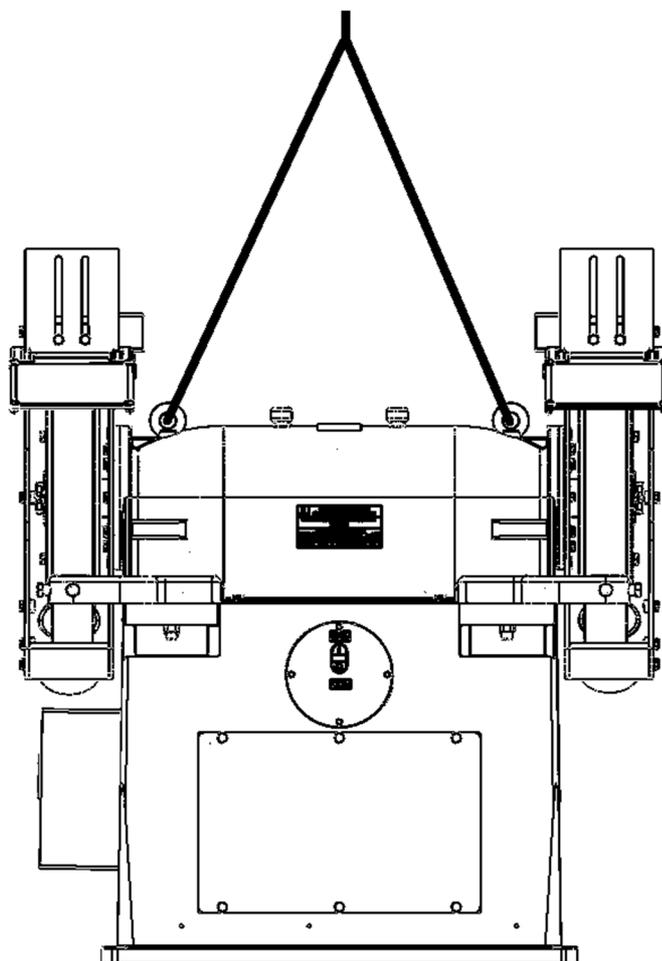

Рисунок 2 - Схема транспортировки станка
2.1.3 Внутривзаводскую транспортировку распакованного станка краном следует производить согласно схеме транспортировки (Рисунок 2). Перекосы более 10° при транспортировке станка не допускаются.